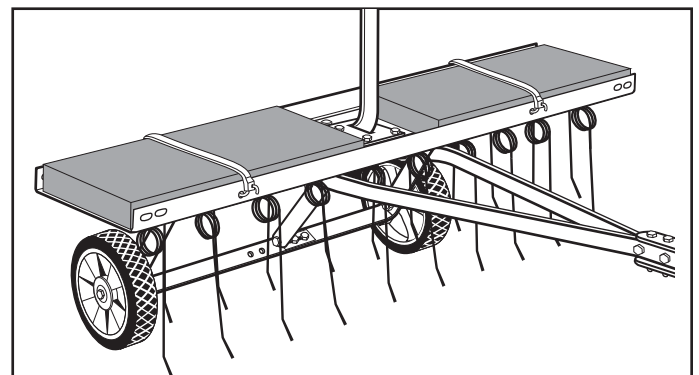

FIGURA 8
- Si la despajadora empieza a dar saltos, coloque peso adicional en la plancha de púas. En la mayoría de casos será necesario colocar peso adicional. Recomendamos bloques de concreto de patio por su perfil bajo. Sin embargo, cualquier tipo de pesa sirve si puede sujetarse de manera segura a la plancha de púas. Asegure la pesa con material de sujeción apropiado como tiras de caucho o cables, fijándolos a través de los agujeros en la brida de la plancha. Vea la figura 8.